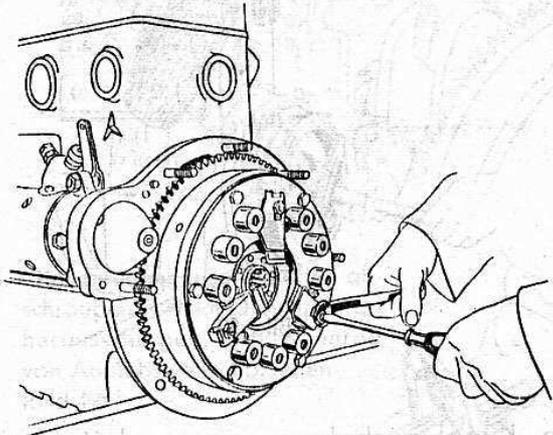

Bild 52
16. Nach Einbau der Kupplung in das Schwungrad (Rd.-Nr. 6 a, Ziffer 5—7) alle Ausrückhebel genau gleich einstellen (Bild 52 und 53). Einstellmaß von Ausrückhebel bis Außenfläche Kupplungsdeckel bei neuem Kupplungsbelag 15 mm, bei abgenutztem Belag höchstens 26 mm. (Bei Kupplungen mit Schleifring bei neuem Belag 22,5 mm, bei abgenutztem Belag bis 32,5 mm.)